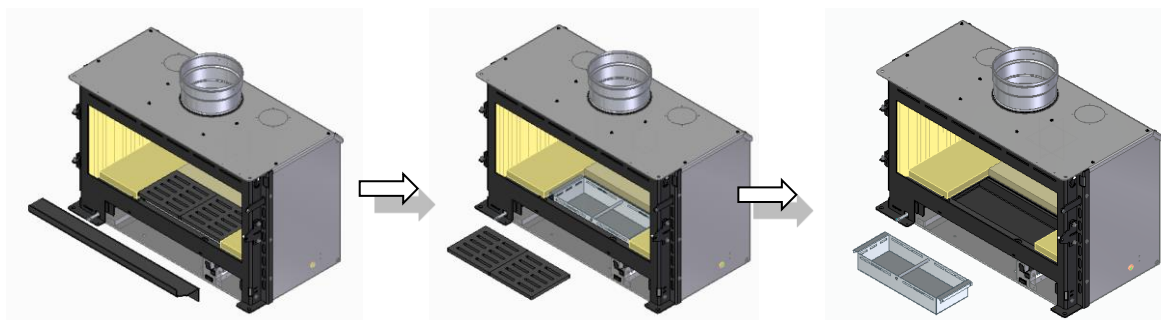

Figura 45 – Remoção de acessórios
- b. De seguida retirar a deflectora de cinzas, grelha de cinzas e a gaveta de cinzas, ver Figura 45.